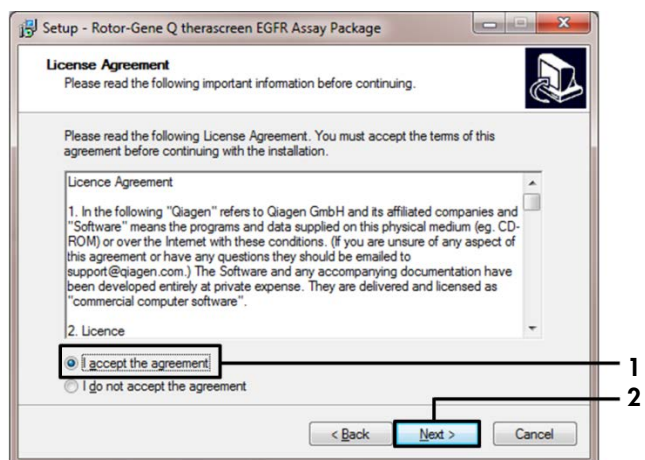

Figura 42. A caixa de diálogo "License Agreement" (Contrato de Licença). 1 = "I accept the agreement" (Aceito o acordo); 2 = "Next" (Avançar).
5. Leia o Contrato de Licença na caixa de diálogo e aceite o contrato selecionando a opção "I accept the agreement" (Aceito o contrato). Clique em "Next" (Avançar) para continuar (Figura 42).